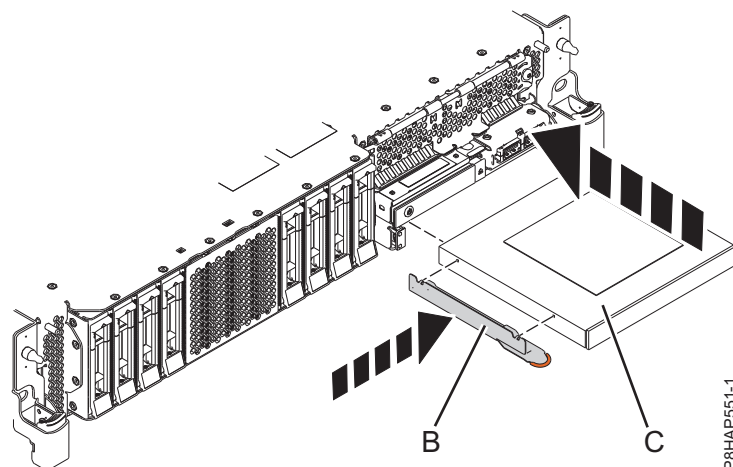
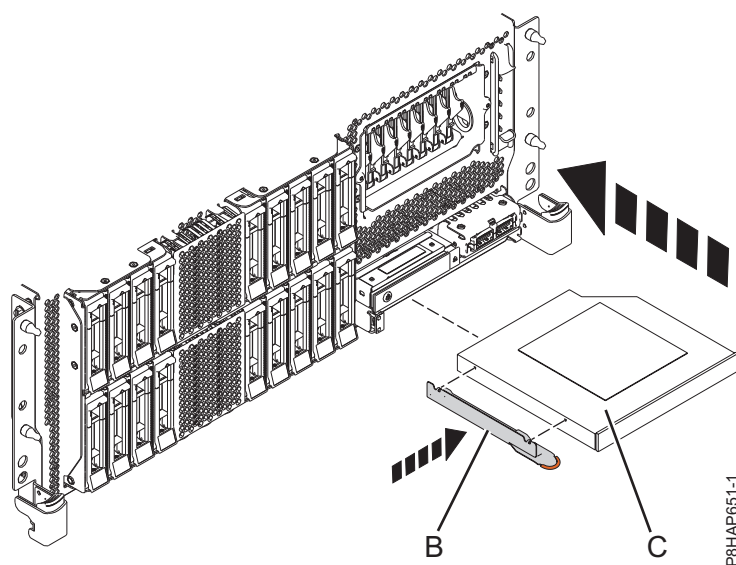
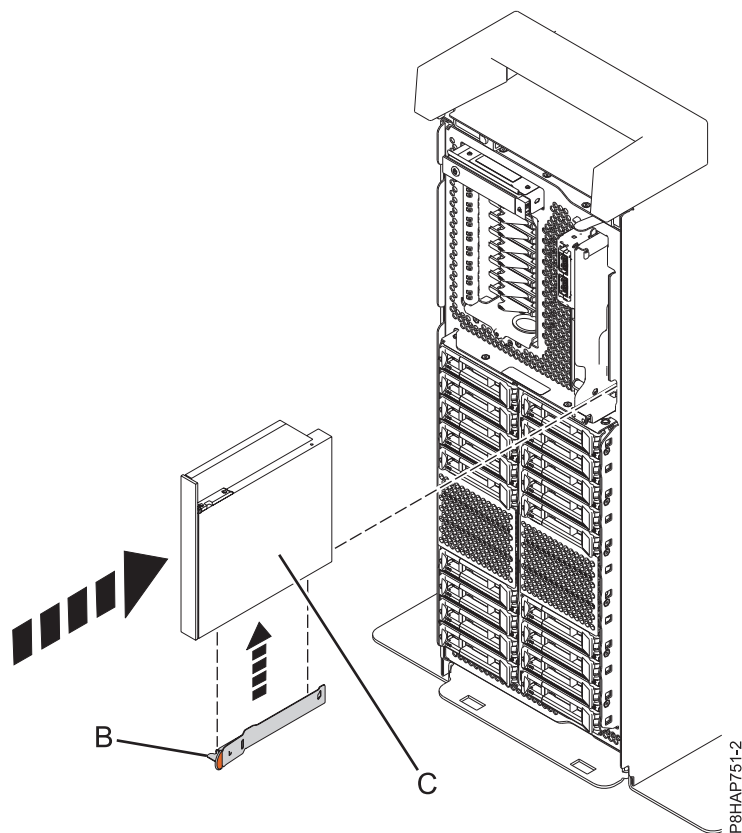

Figura 50. Substitució d'un dispositiu de suport d'emmagatzematge extraplà en un sistema 5148-21L, 5148-22L, 8247-21L, 8247-22L, 8284-21A, o 8284-22A
Figura 51. Substitució d'un dispositiu de suport d'emmagatzematge extraplà en un sistema 8247-42L, 8286-41A o 8286-42A muntat en bastidor
Figura 52. Substitució d'un dispositiu de suport d'emmagatzematge extraplà en un sistema autònom
6. Fixeu la peça de subjecció **(B)** al dispositiu de suport d'emmagatzematge extraplà nou, com es mostra a El model Figura 50 a la pàgina 59 per un sistema 5148-21L, 5148-22L, 8247-21L, 8247-22L, 8284-21A, o 8284-22A, el model Figura 51 a la pàgina 59 per un sistema 8247-42L, 8286-41A o 8286-42A muntat en bastidor o el model Figura 52 a la pàgina 60 per un sistema 8286-41A autònom.
7. Alineeu el dispositiu de suport d'emmagatzematge extraplà (C) amb el compartiment de suports d'emmagatzematge i subjecteu el dispositiu per la part inferior mentre el desplaceu fins a la meitat del sistema.
Per un sistema 5148-21L, 5148-22L, 8247-21L, 8247-22L, 8284-21A, o 8284-22A, consulteu Figura 50, per un sistema 8247-42L, 8286-41A o 8286-42A muntat en bastidor, consulteu Figura 51 o per un sistema 8286-41A autònom, consulteu Figura 52 a la pàgina 60.